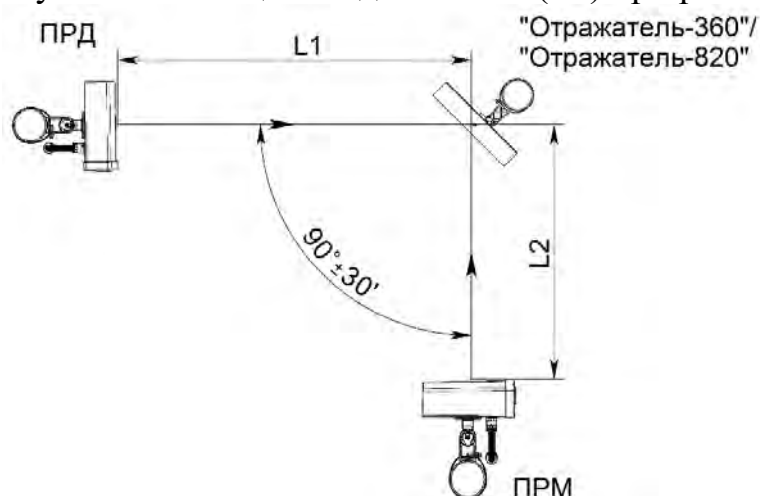

Рисунок 2.14 – Установка извещателей с применением отражателя «Отражатель-360» («Отражатель-820»)
2.3.9.2 При работе извещателей с «Отражателем-360» (см. рисунок 2.14) суммарная длина зоны обнаружения $L1 + L2$ (где $L1$ – расстояние между блоком ПРД и отражателем, $L2$ – расстояние между отражателем и блоком ПРМ) не должна превышать: